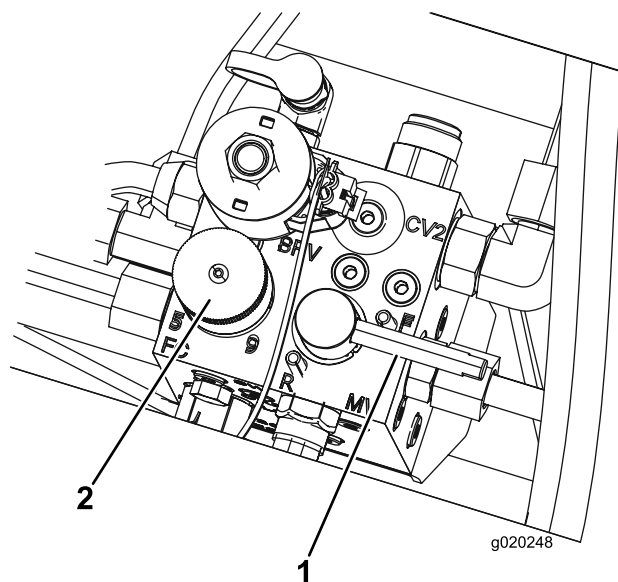

Figure 85
5. Réglez le bouton de commande de vitesse des cylindres à la position 1 (Figure 85).
6. Tournez le levier de rodage à la position R (rodage) (Figure 85).